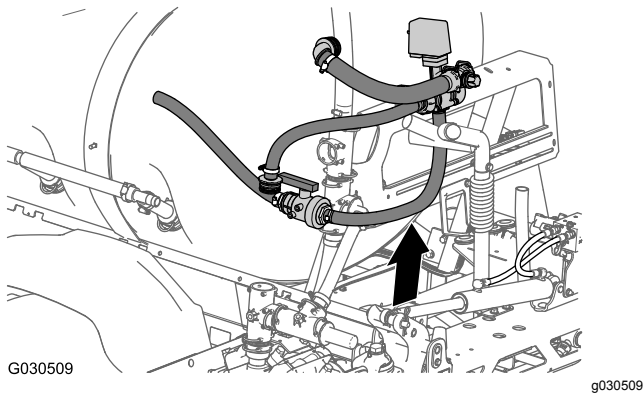

Рисунок 69
8. Снимите клапан перемешивания (и перепускной клапан), шаровой клапан и шланги, которые подсоединены к клапанам, с машины (Рисунок 69).